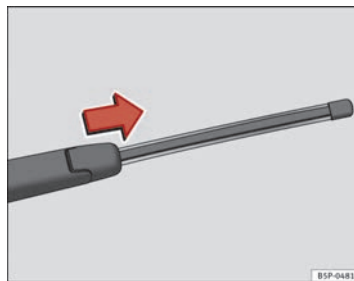

Fig. 139 Estrarre la spazzola tergilunotto
- Sollevare il braccio del tergicristallo dal lunotto ⇒ fig. 139.
- Scorrere l'adattatore della spazzola nella direzione della freccia e rimuovere la spazzola ⇒ fig. 139.